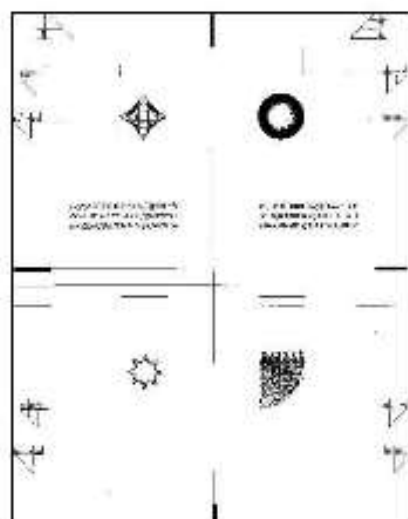

图3 诊断代码[3-11]或Stop/9输出测试版
- 用不起毛的布擦拭转印 / 分离电极框架前置的所有触点 (图 3)。